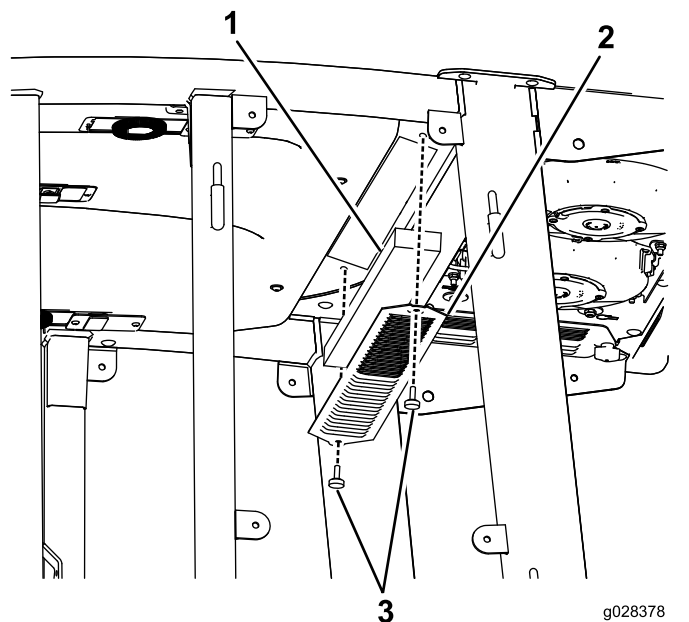
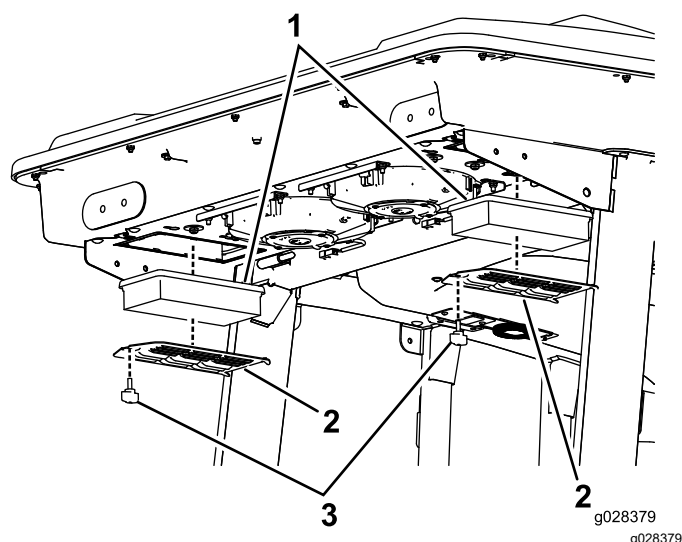
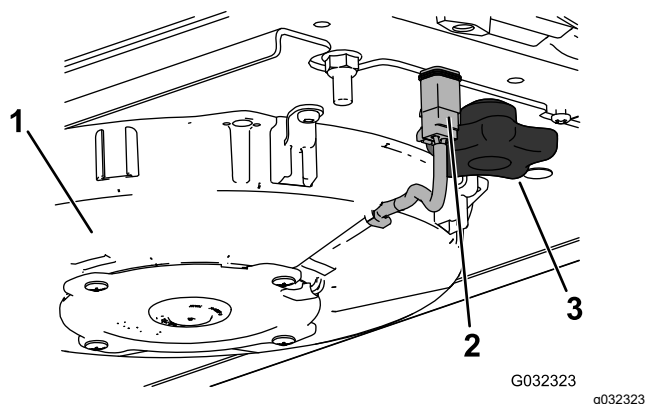
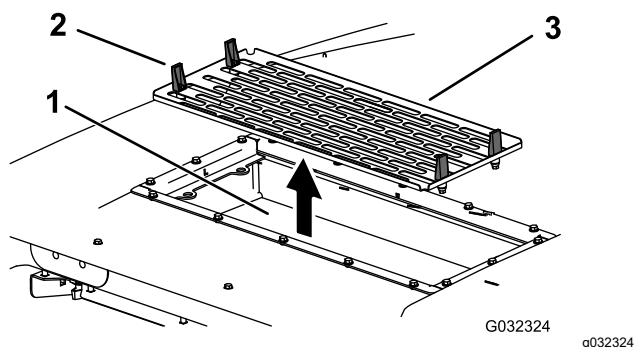

Рисунок 130
Рисунок 131
Рисунок 133
Рисунок 134
1. Выверните винты и снимите решетки у салонного и заднего воздушных фильтров кабины (Рисунок 130 и Рисунок 131).
4. Снимите воздушные фильтры (см. Рисунок 131).
6. Установите воздушные фильтры, сетку и вентилятор в сборе (Рисунок 131, Рисунок 133 и Рисунок 134).
7. Подсоедините провод к каждому вентилятору (Рисунок 133).